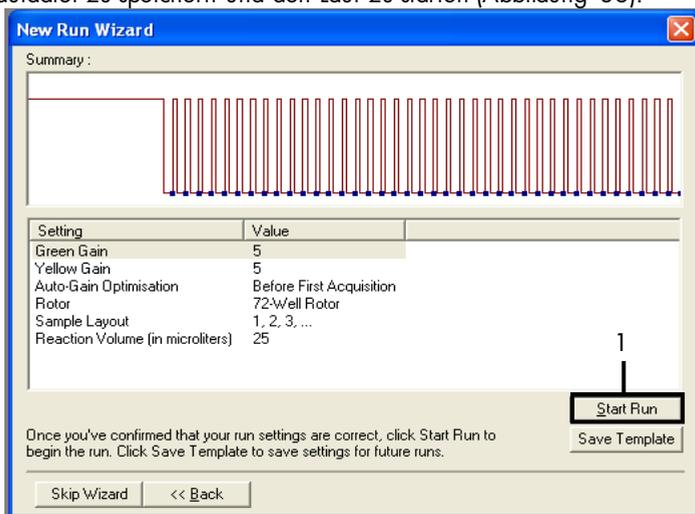

Abbildung 36. Zusammenfassungsfenster des Dialogfelds „New Run Wizard“ (Assistent für neue Läufe) (1 = „Start Run“ (Lauf starten)).
- Überprüfen Sie den Bereich Zusammenfassung und klicken Sie auf Start Run (Lauf starten), um die Laufdatei zu speichern und den Lauf zu starten (Abbildung 36).